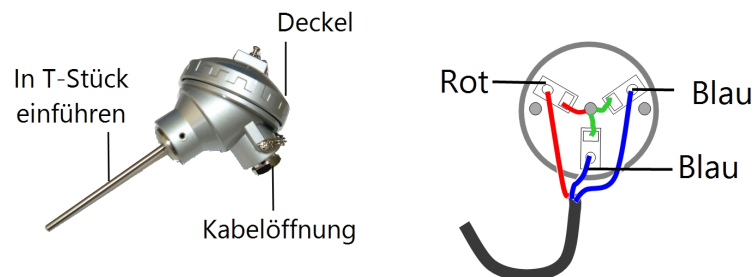

Abbildung 4: Sensoranschlüsse
4. Schließen Sie das Sensorkabel an den Sensor an (siehe *Abbildung 4*):